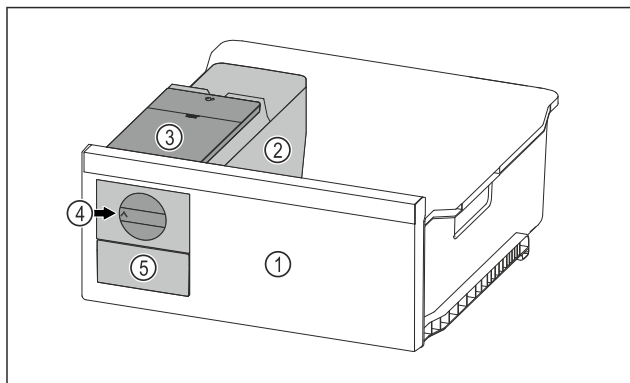

Fig. 155 Esimerkkikuva
- ▶ Kierrä kiertonuppia Fig. 155 (4) myötäpäivään vasteeseen saakka.
- ▷ Jääpalat putoavat jääpalakennosta jääpalavetolaatikkoon Fig. 155 (5).